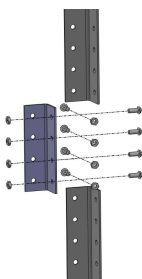

Рис. 5
6. Нарастивание высоты с помощью соединительного элемента (рис. 5)